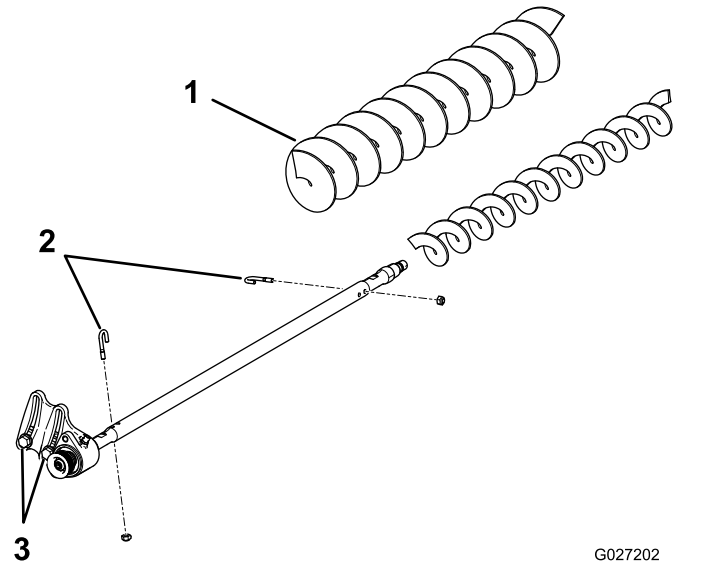

Figura 19
3. Togliete i 2 bulloni a J e i dadi (Figura 19).
4. Fate scorrere la spazzola esistente fino ad estrarla dall'albero (Figura 19).
5. Allentate i 2 bulloni, le rondelle e i dadi che fissano l'alloggiamento del cuscinetto di comando alla staffa di montaggio dell'alloggiamento del cuscinetto (Figura 19).
6. Fate scorrere la spazzola per altezze di taglio alte sull'albero della spazzola (Figura 19).
7. Bloccare la spazzola sull'albero con 2 bulloni J e i dadi precedentemente rimossi (Figura 19).